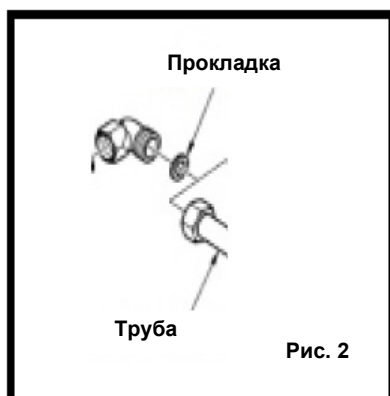

**Рис. 3**
- Отверстие под панель в столешнице должно быть таким, как показано на рисунке. (Рис. 2 / Рис. 3)